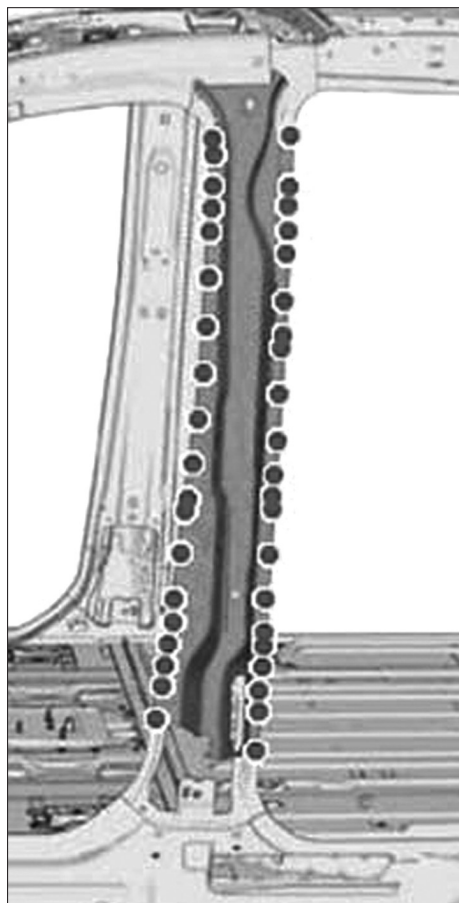

FIG. 64
- Souder par points électriques (Fig.64).